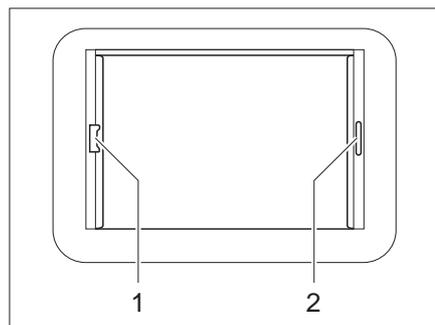

Bild 51 Heki-Dachhaube, Rollo-Verriegelung
- Faltverdunklung am Griff (Bild 51,2) ausziehen und an gewünschter Position loslassen. Die Faltverdunklung bleibt in dieser Position stehen.
- Insektenschutzrollo am Griff (Bild 51,1) zum gegenüberliegenden Griff der faltverdunklung (Bild 51,2) ziehen und einrasten lassen.
- Griff des Insektenschutzrollos hinten nach oben drücken und Insektenschutzrollo an der faltverdunklung (Bild 51,2) aushängen.